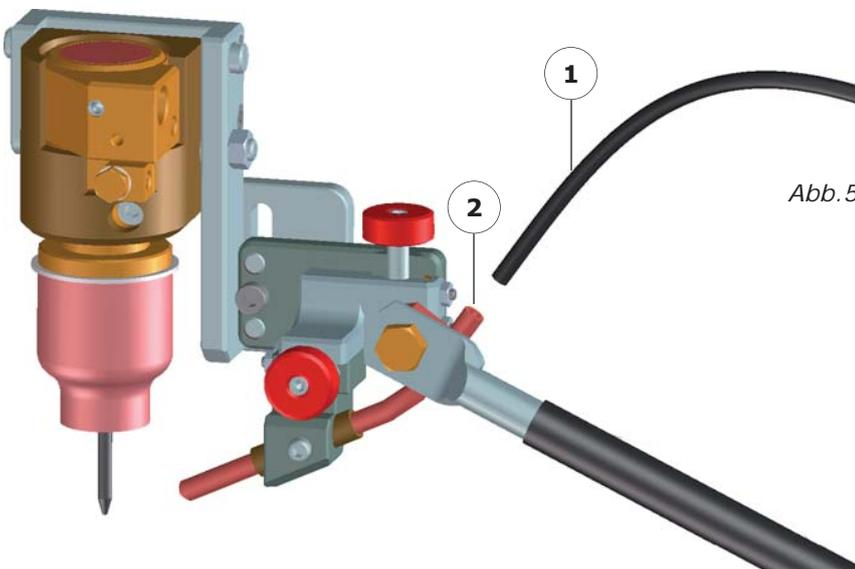

Abb.5.10. – Anschließen des Drahtführungsschlauches an das Drahtführungsrohr
- Den Drahtführungsschlauch (Abb. 5.10 - Index 1) in das Drahtführungsrohr (Abb. 5.10 - Index 2) einschrauben.